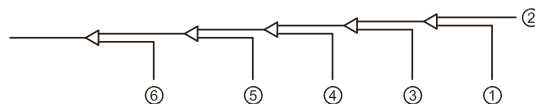

Fig.5.39
8. Enjuague las otras aberturas de la misma manera, trabajando en secuencia desde la unidad interior A hacia las unidades exteriores. Consulte la Fig.5.39